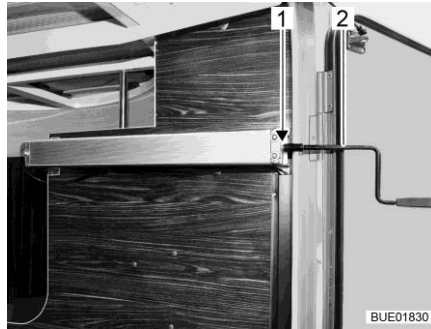

Fig. 125 Manivelle dans le garage arrière
- Enfoncer la manivelle (Fig. 125,2) sur le tenon (Fig. 125,1).